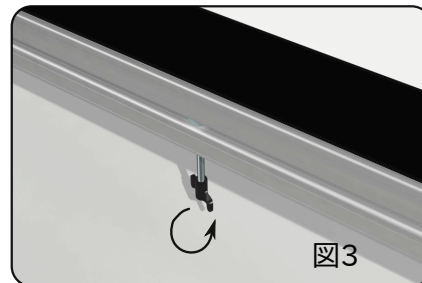

図3
- フレームのナット位置に合わせて図3のように付属のM8×55mm蝶ボルトで固定します。